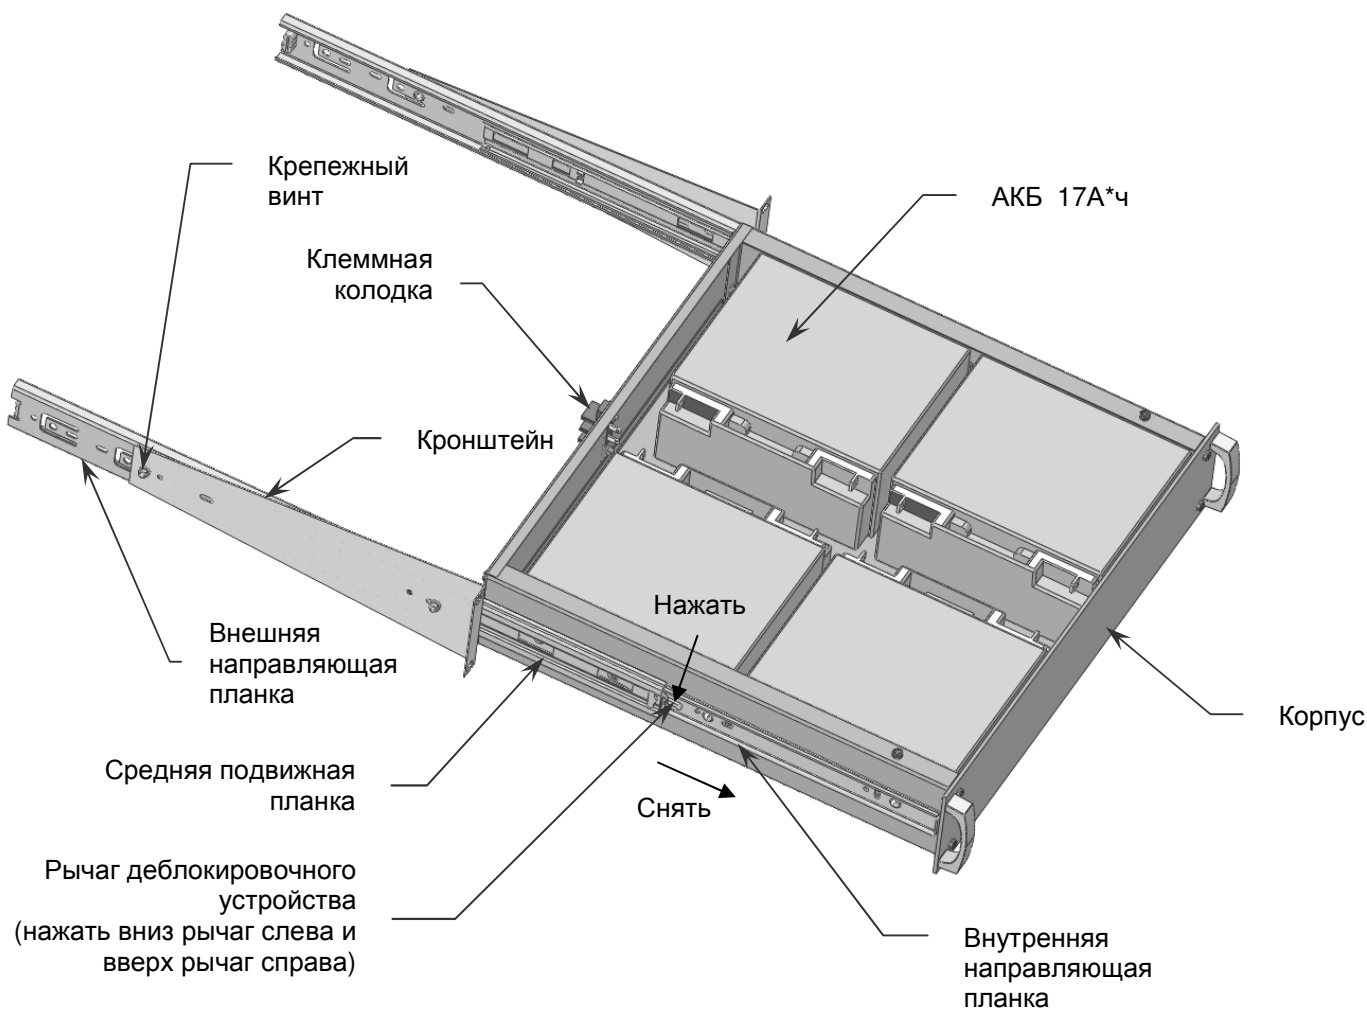

Рисунок 1 Общий вид отсека со снятой крышкой и установленными АКБ
1. Нажать на деблокировочные рычаги (см. рисунок 1) и снять средние и внешние планки направляющих с передними кронштейнами.